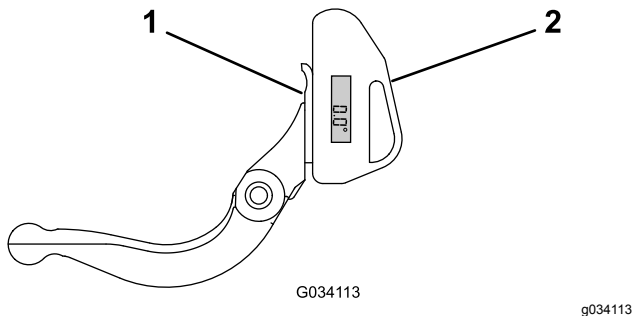

Bild 27
1. Positionieren Sie den Neigungsmesser an der Unterseite des Untermessers, wie in **Bild 27** abgebildet.